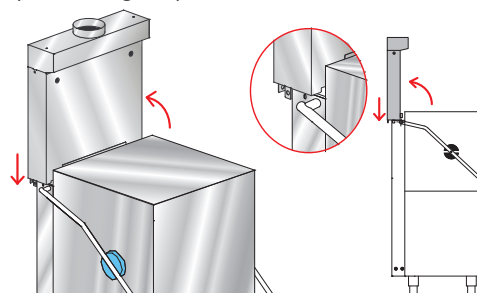

Fig. 11
- Colocar el recuperador en vertical encima de la estructura del respaldo (véase Fig. 11).